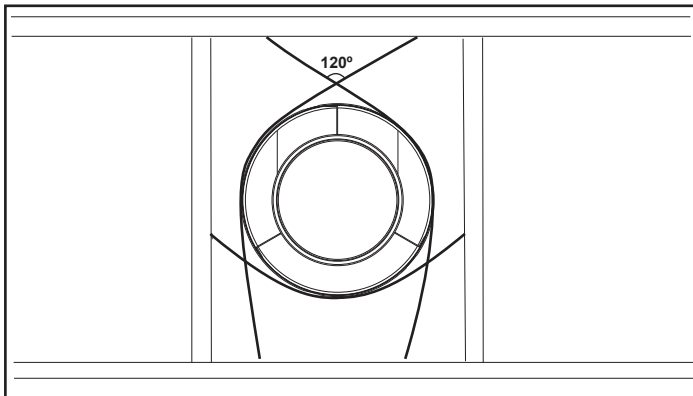

Figure 7.5 Fixation des sections verticales du conduit
- Des supports de conduit d'évacuation ou des sangles de plombier (écartées de 120°) peuvent être utilisés pour soutenir les sections de conduit d'évacuation. Voir figures 7.5 et 7.6.